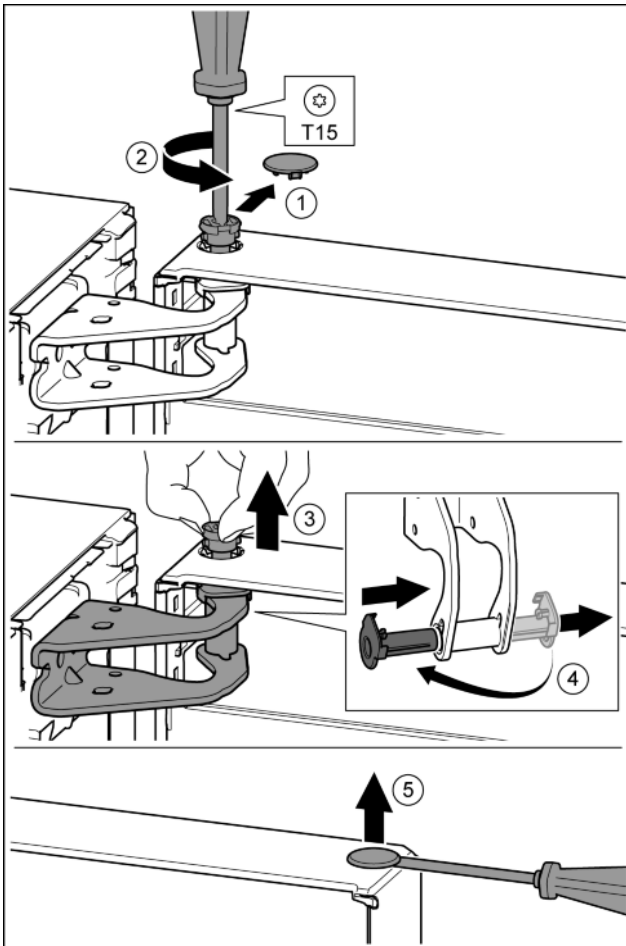

Fig. 9
- ▶ Осторожно снять предохранительную крышку. Fig. 9 (1)
- ▶ Немного выкрутить палец отверткой T15. Fig. 9 (2)
- ▶ Удерживать дверь и вытянуть палец рукой. Fig. 9 (3)
- ▶ Опорную втулку вывести из направляющей. Установить и зафиксировать с другой стороны. Fig. 9 (4)
- ▶ Осторожно приподнять шлицевой отверткой заглушку из опорной втулки двери и вынуть. Fig. 9 (5)